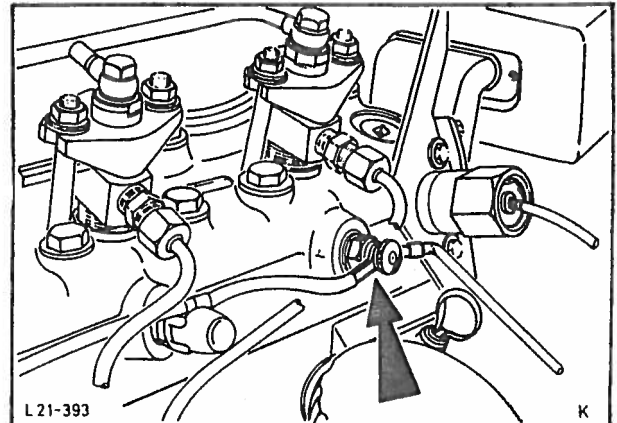

Fig. 13 Kople ledningene av fra glødepluggene.
6. Kople ledningene av fra vekselstrømsdynamoen, temperatursenderenheten, oljetrykksbryteren, glødepluggene, fig. 13, viftekoplingen samt motorens godskabel.